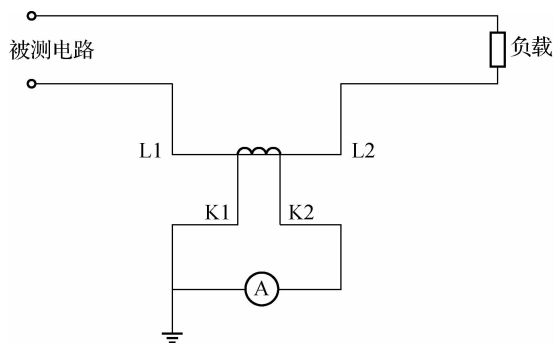

图 2-21 电流互感器的接线图
(2)电流互感器。电流互感器相当于一个“降流”变压器,一般规定电流互感器的二次绕组的额定电流为 5 A,一次绕组的匝数比二次绕组的匝数少得多。电流互感器的接线图如图 2-21 所示。